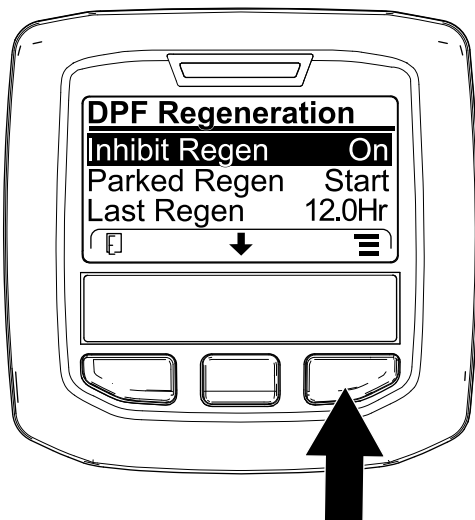
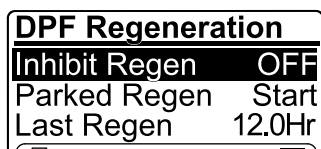

Figura 30
Figura 31
1. Accedete al menu DPF Regeneration, premete il pulsante centrale per scorrere il menu verso il basso fino all'opzione INHIBIT REGEN, quindi premete il pulsante destro per selezionare la voce Inhibit Regen (Figura 30).
2. Premete il pulsante destro per modificare l'impostazione dell'inibizione della rigenerazione da On a Off (Figura 30) o da Off a On (Figura 31).